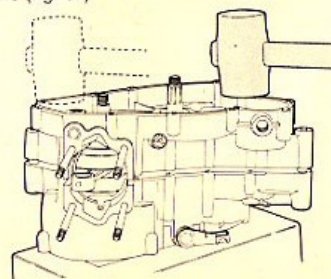

FIG. 37 Chiusura motore
- 10) Montare i grani di riferimento, una nuova guarnizione centrale, oliare tutti gli alberi, sovrapporre il semicaratter frizione (destra), e battere non violentemente con un martello di legno, cuoio o plastica in modo uniforme sino alla completa unione (fig. 37).